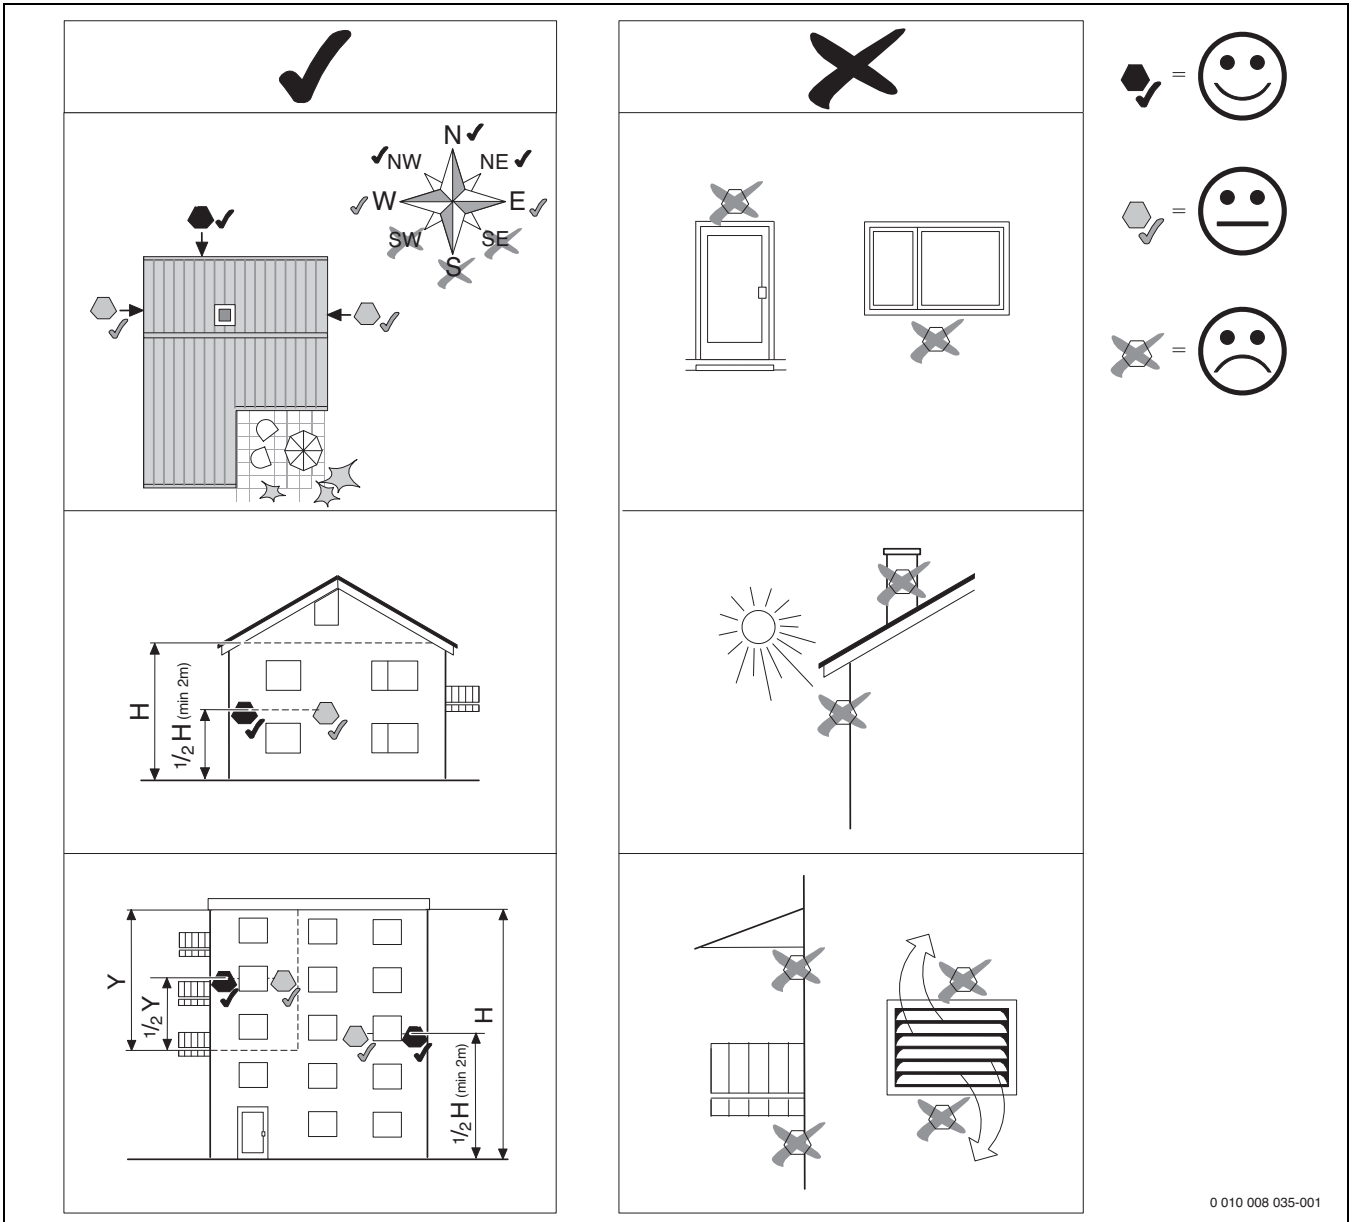

Рис. 6 Установка датчика наружной температуры
► Установите датчик наружной температуры как показано на рис. 6.